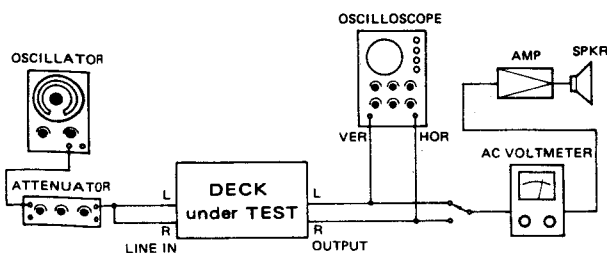

Fig. 2-24 Connection for phase check
5. 次にYTT-1003の16kHz区分を再生し、LchとRchの位相差が45°以内になるようアジマス調整ネジを調整する。(Fig. 2-24)
5. 次に10kHz/-42dB(6.15mV)信号を録音再生し、LchとRchの位相差が45°以内になるようアジマス調整する。(Fig.2-24).